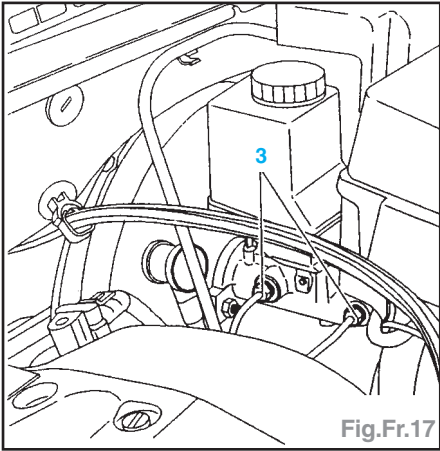

Fig.Fr.17
- le maître-cylindre (2),
- les écrous (1), serrer à  $2 \pm 0,5$  daN.m.
- Accoupler les raccords (3) (joints neufs).
- Serrer les raccords à  $1,5 \pm 0,3$  daN.m (Fig.Fr.17).
- les bouchons (12),
- l'axe (14) maintenu par une agrafe élastique.
- Brider le tuyau (8).
- Reposer les vis (7).
- Accoupler le tuyau (5) de la capsule à dépression.
- Reconnecter le connecteur (6).